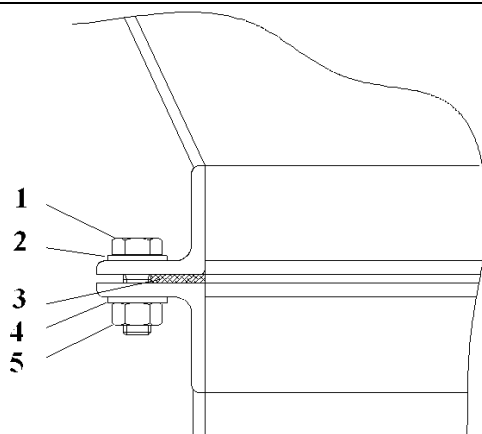

Bild 4. Principbild på flänsförband
2. Applicera medlevererad tätningstätt mellan flänsförband vid inlopp och utlopp, se bild 4.
4. Montera skruvar, brickor och muttrar enligt bild 4. Drag fast skruvförbanden enligt tabell 2.